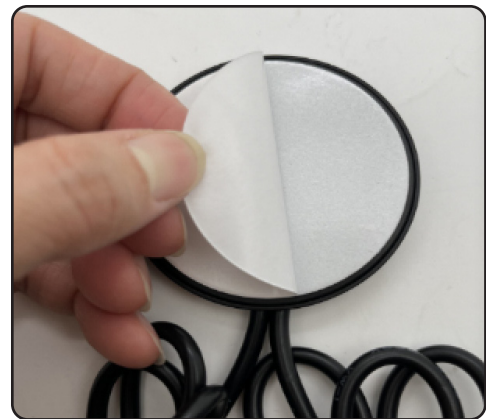

FIG 2
2. Ziehen Sie die Schutzfolie vom Klebeetikett ab. (BILD 2)